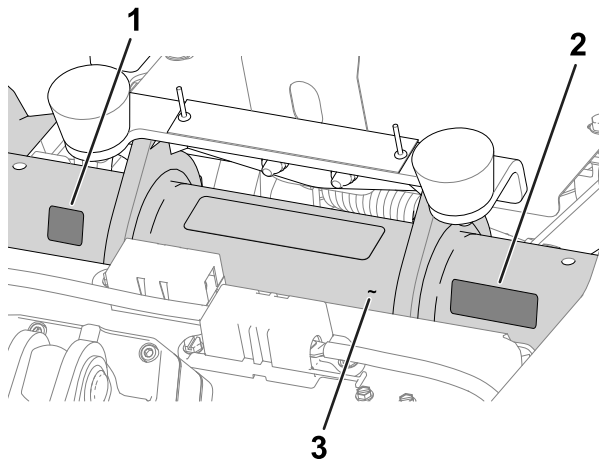

図 13
- 製造年デカル および CE マークデカル 運転席下のフレームチューブシリアル番号プレートの下に貼りつける 図 13を参照。